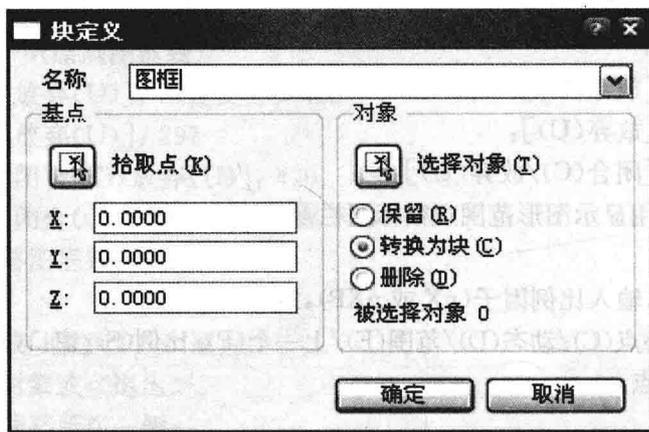
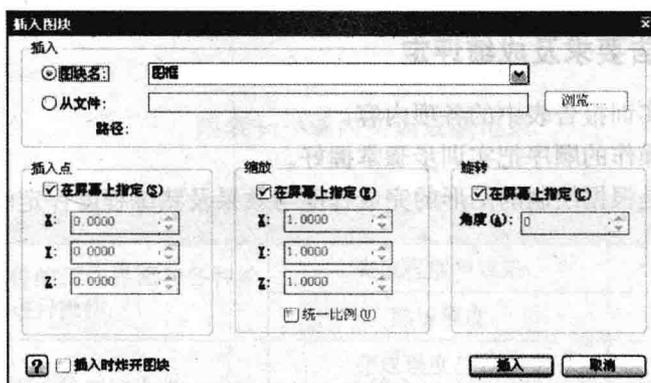

图 1-4
图 1-5
Step11 创建块(如图 1-4), 插入块(如图 1-5)
命令: _insert(插入块)(如图 1-5)